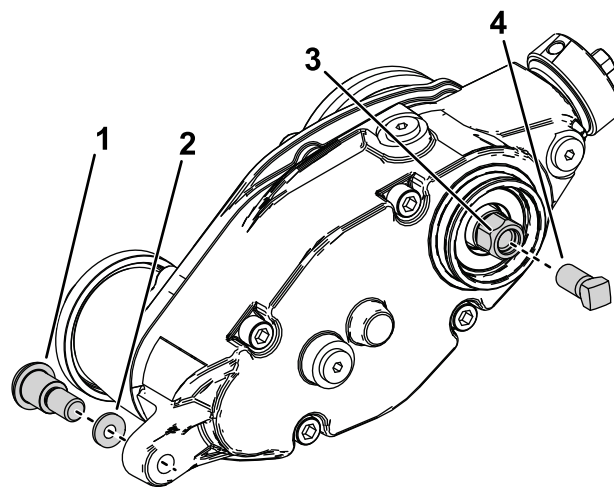

図 34
2. グルーマを駆動ボックスに接続しているクランクボルトを外す 図 34。
3. グルーマを駆動ボックスをアジャスタームに接続しているショルダボルトと硬化ワッシャを外す 図 34。
5. 図 34のように、補強ねじ P/N 1-803022 別売をグルーマ駆動六角ヘッドのねじ溝に取り付けて 13.5 Nm 1.4 kg·m = 120 in·lb にトルク締めする。
6. グルーマ駆動六角ヘッドを回して、リールからグルーマ駆動ボックスを外す 図 34。